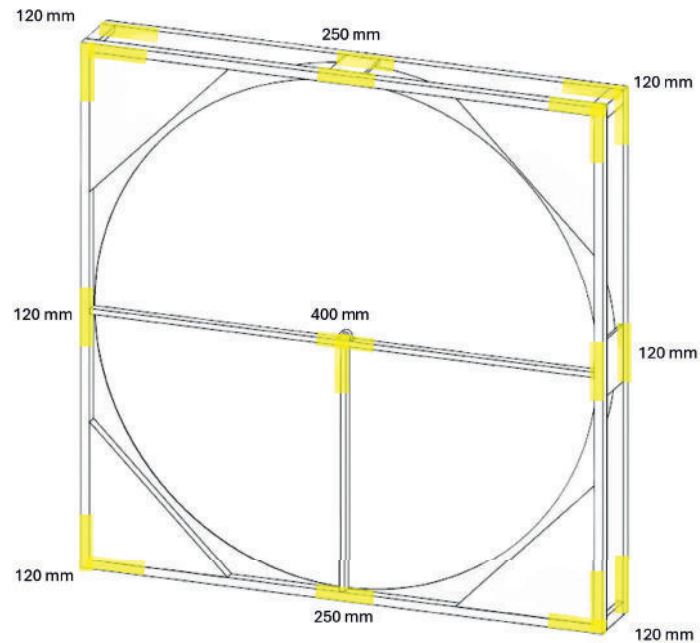

Figure 40: Modèle EQ points de fixation.
- Toutes les zones marquées en jaune dans la figure 40 doivent être fixées à la structure environnante. La position des pièces jointes peut se situer n'importe où à l'intérieur des zones marquées.